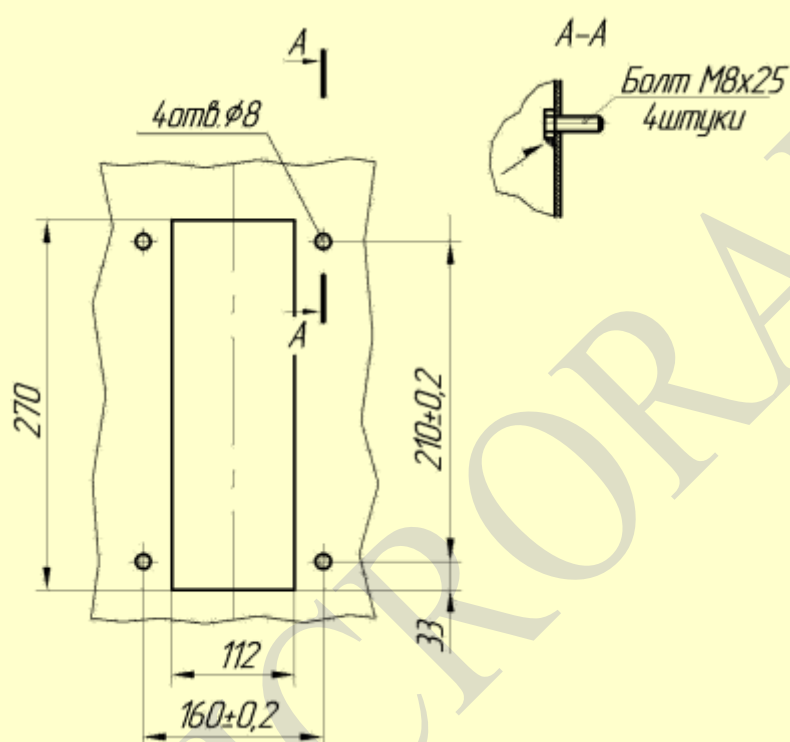

Рис. 3.1. Подготовка к установке блока сенсоров
- должен обеспечиваться свободный доступ к составным частям блока сенсоров (для технического обслуживания (см. Рис. 3.1));
В выбранном для установки блока сенсоров месте вырежьте окно размером 112 х 270 мм (112 мм по горизонтали, 270 — по вертикали). Просверлите 4 отверстия диаметром 8 мм и установите в отверстия болты М8х25 головками внутрь бункера как показано на Рис. 3.1. Приварите головки болтов по контуру прилегания.